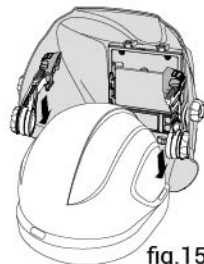

fig.15
- Deslice las puntas del adaptador en las ranuras situadas a cada lado del casco (véase la fig. 15).